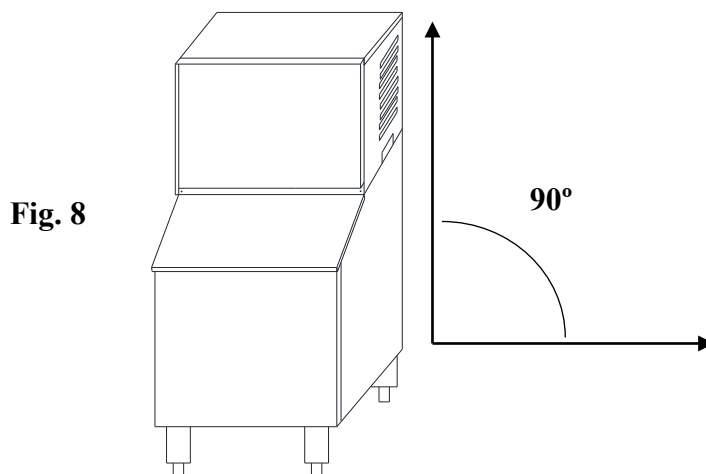

Fig. 8
- Assurez-vous que l'installation est de niveau à l'aide d'un niveau de menuisier ou outil similaire et en tournant les pieds réglables (Fig. 8).